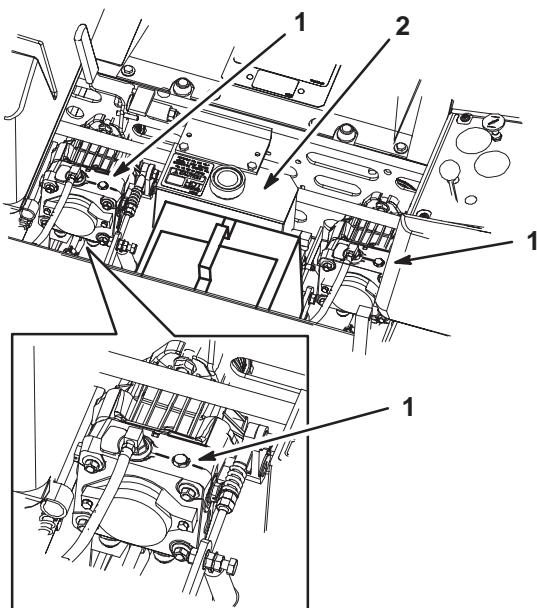

Figure 27
3. Tournez les vannes de dérivation d'un tour dans le sens anti-horaire pour pousser la machine. Cela permet au liquide hydraulique de contourner la pompe et aux roues de tourner (Fig. 27).
Tournez les vannes de dérivation d'un tour dans le sens horaire pour conduire la machine (Fig. 27).